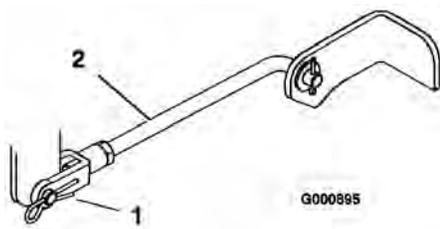

Figura 50
5. Retire el pasador y el pasador de seguridad de las horquillas de los tirantes delanteros (Figura 50).
8. Conecte los tirantes delanteros al tractor con los pasadores y los pasadores de seguridad (Figura 50).